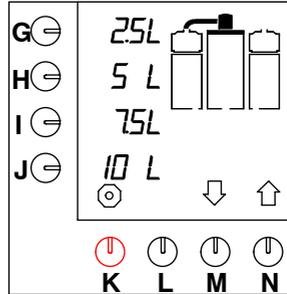

Fig. 6 Pantalla inicial
- El piloto indicador del interruptor se encenderá. El display mostrará los ajustes vigentes por estandar, ver fig. 6.